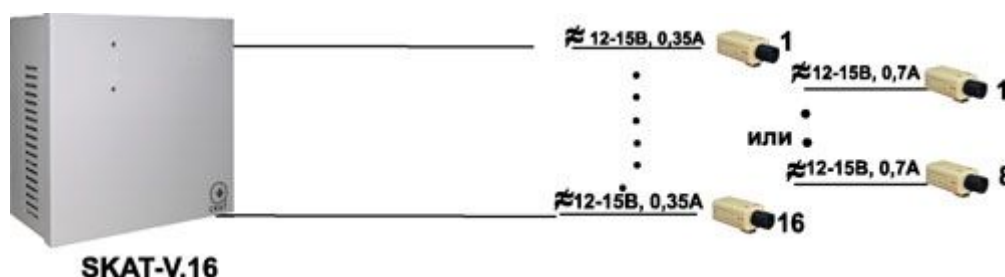

Рис.2
То есть чем длиннее кабель электропитания и меньше его сечение, ниже выходное напряжение ИБП и больше ток нагрузки, тем больше падение напряжения на соединительной линии и тем ниже напряжение на нагрузке. Как видно из таблиц, в ряде случаев напряжение на нагрузке принимает значения величина которых не достаточна для питания ВК. При этом, чаще всего отдельные ВК удалены от поста наблюдения на различные расстояния, а следовательно и падения напряжений на соединительных линиях электропитания к ним будут различны. Всё это делает применение ИБП, выпускаемых для электропитания аппаратуры ОПС, в составе СВН не оптимальным. Разумной альтернативой ИБП для ОПС, способной минимизировать указанные выше проблемы, являются специализированные многоканальные ИБП серии «SKAT-V», модельный ряд которых представлен 4-х (SKAT-V.5), 8-ми (SKAT-V.8), 16-ти (SKAT-V.16) и 32-х (SKAT-V.32) каналными устройствами. Отличительной особенностью этих ИБП является стабильное во всех режимах работы значение выходного напряжения, которое может быть отрегулировано пользователем независимо по каждой паре выходов в пределах от 12 до 15В. Следует также отметить, что в данных ИБП предусмотрена возможность объединения двух выходов одной пары для удвоения значения номинального тока нагрузки. На рис.2, в качестве примера, приведены варианты использования SKAT-V.16, а в таблице 3 — значения напряжения на нагрузке с учётом падения напряжения на соединительных линиях различной длины, рассчитанные по формуле (1) для одного канала SKAT-V.16.